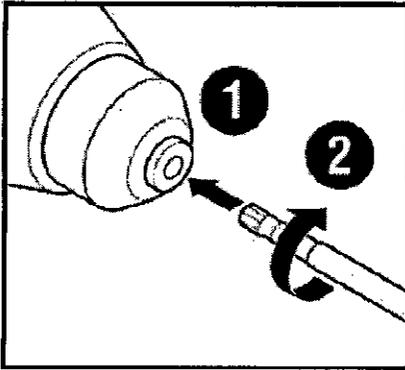

Figura 1: Insertar y girar el accesorio
1. Inserte el accesorio en el collar del mango y, al mismo tiempo, gírelo hasta que perciba positivamente un tope (Vea Figura 1).